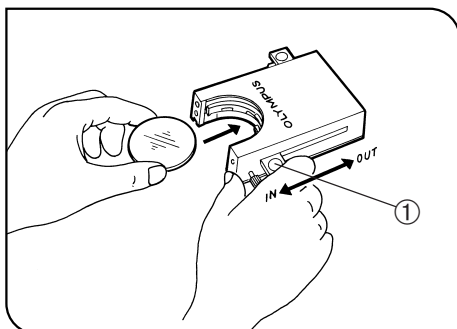

Abb. 7
#### Verwenden der Filterkassette (Abb. 7 - 10)
- 2. Den Schieber ① in die Position IN (Eingeschwenkt) schieben. Darauf achten, dass er richtig einrastet. (Abb. 7)
- 3. Den Schieber in der in Abb. 7 gezeigten Position halten und den Filter in Pfeilrichtung in die Kassette einsetzen.